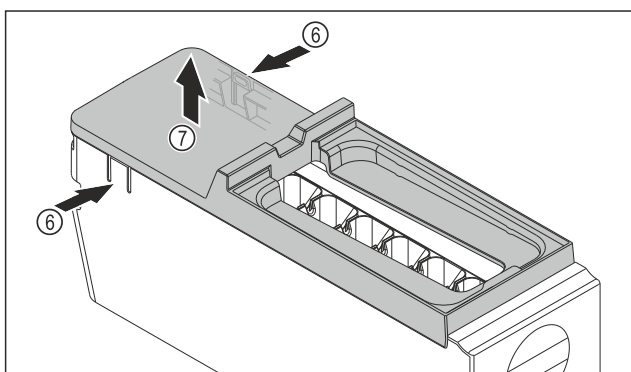

Fig. 146
- ▶ Udtagning af EasyTwist-Ice-legemets afdækning: Tryk på laskerne Fig. 146 (6) på begge sider af EasyTwist-Ice-legemet med den ene hånd.
- ▶ Tag afdækningen Fig. 146 (7) op og ud med den anden hånd.